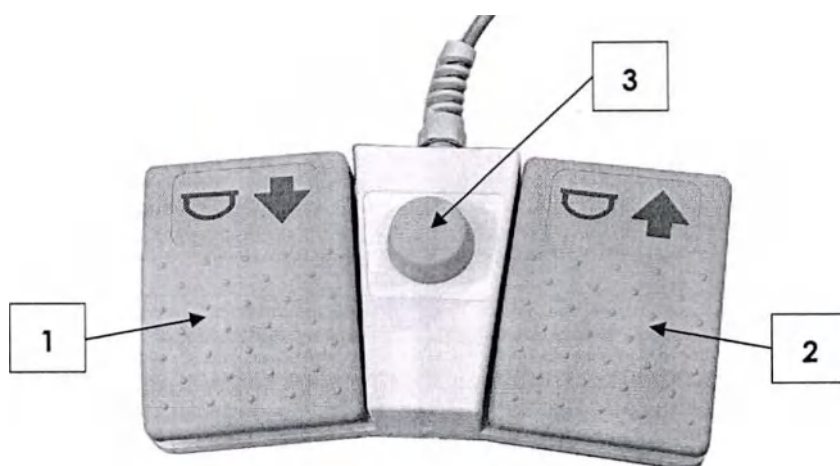

Рисунок 3.3.26 - Ножные переключатели компрессии
1. Для выполнения компрессии нажмите на педаль 1 (Рисунок 3.3.26). Компрессионная лопатка начнет опускаться.
Для выполнения декомпрессии/уменьшении силы компрессии нажмите педаль 2 (Рисунок 3.3.26).
Для быстрой декомпрессии нажатие кнопки 3 (Рисунок 3.3.26). Данная кнопка быстро освобождает железу от компрессии и возвращает компрессионную лопатку в крайнее верхнее положение.